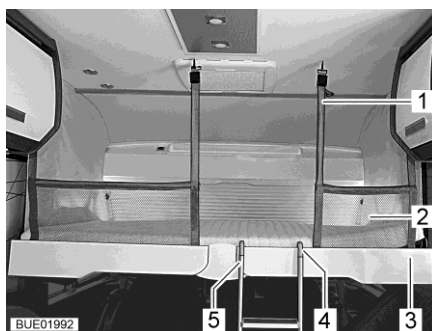

Bild 140 Höjbar säng med uppspant skyddsnet
Om det finns ett skyddsnet, ligger skydds nätet (Bild 140,2) med säkerhetsremmarna befinner sig under madrassen i den höjbara sängen. Skydds nätet ska först monteras när personerna som ska sova där befinner sig på den höjbara sängen.
- Haka fast säkerhetsremmarna (Bild 140,1) i krokarna i taket.